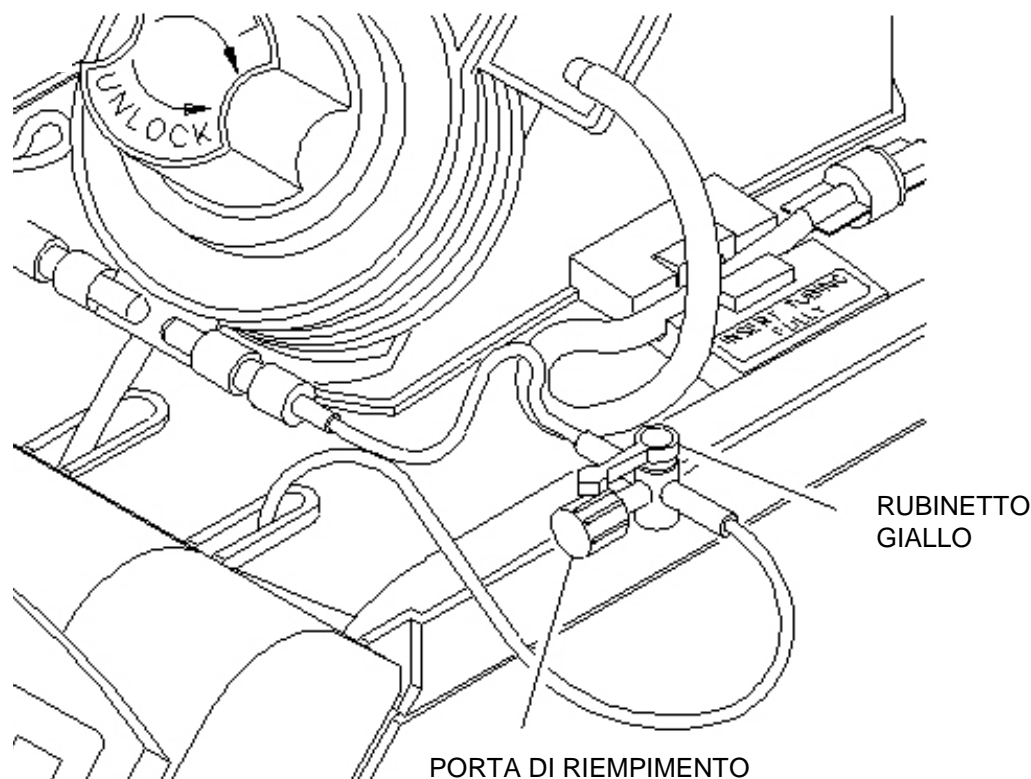

FIGURA 6-6:
6. Collegare la siringa riempita alla porta di riempimento del rubinetto giallo e girare la maniglia verso la posizione di riempimento (figura 6-6).